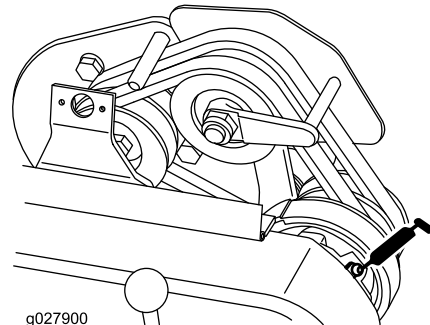

Figura 25
- 1 sui perni di rinvio della cinghia (Figura 25).